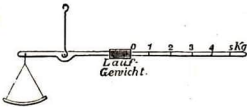

Abb. 86. Römische Schnellwaage
1. Die römische Schnellwaage ist ein ungleicharmiger Hebel. Am kurzen Arm hängt die Waagschale, am langen ist ein verschiebbares Laufgewicht angebracht (Abb. 86).